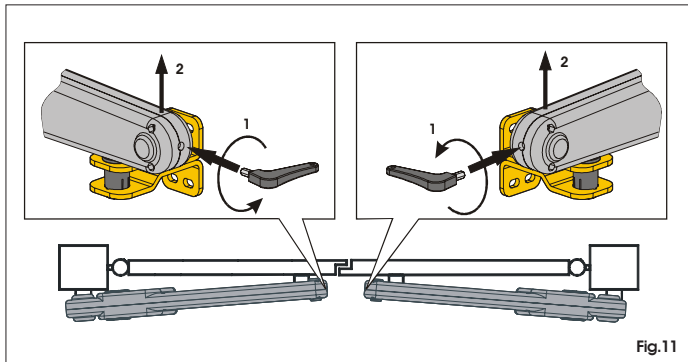

Fig.11
- Introduire la clé à six pans creux fournie à l'avant de l'opérateur et la tourner de 5-6 tours en sens inverse horaire (Fig. 11 Réf. 1).
- Soulever l'opérateur par l'avant en le désassemblant de la patte d'attache (Fig. 11 Réf. 2) et extraire la clé de déverrouillage.